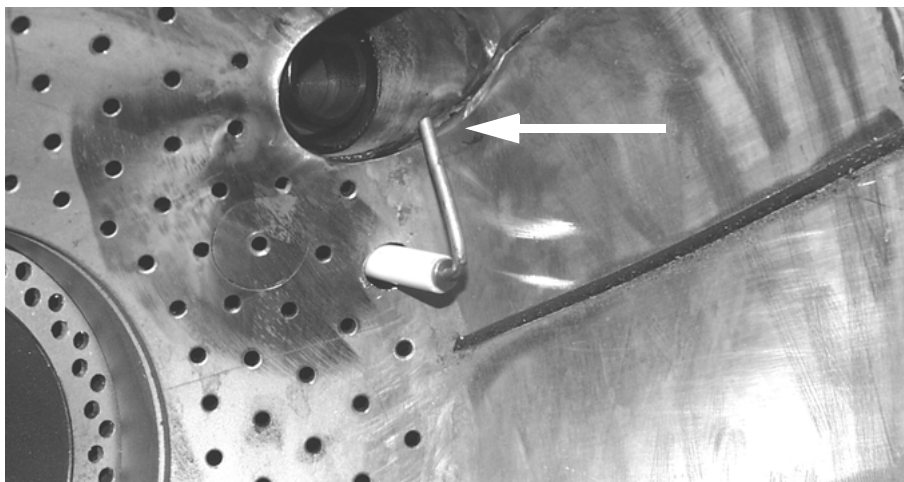

Рис. 34
- Контроль и очистка электрода зажигания, его регулирование и, при необходимости, - замена (см. Рис. 34);
Электрод должен устанавливаться на расстояние ок. 4 мм от массы (см. Рис. 34).